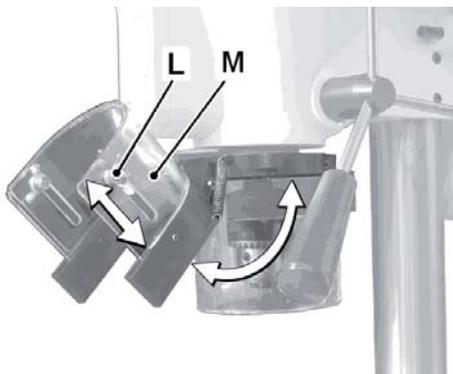

Рис. 4
- Після послаблення гвинта (L, Рисунок 4) прозорий захист (M) патрона можна опустити вниз.